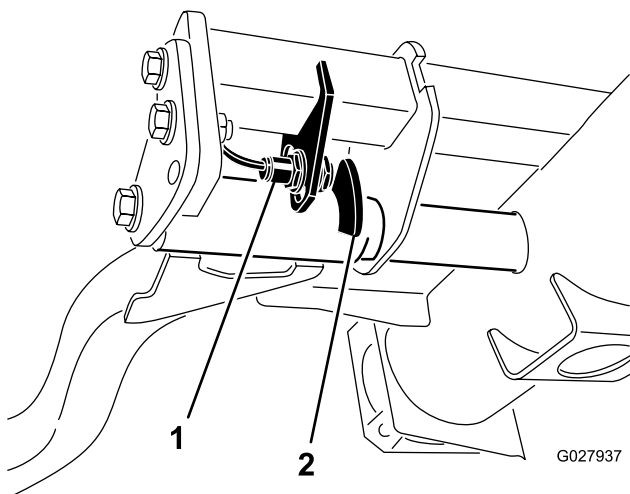

Figure 67
2. Le contacteur des bras de levage se trouve sous le réservoir hydraulique, derrière le bras de levage avant droit (Figure 67).
3. Desserrez les vis de fixation du contacteur et descendez le contacteur pour augmenter la hauteur du changement de direction des bras de levage ou montez-le pour réduire la hauteur du changement de direction (Figure 67).